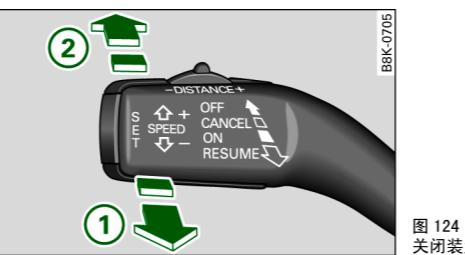

图 124 操纵杆: 打开和
- 将操纵杆拉到位置 ① ⇒ 图 124, 打开该装置。
- 将操纵杆推到位置 ②(卡止), 关闭该装置。 ■